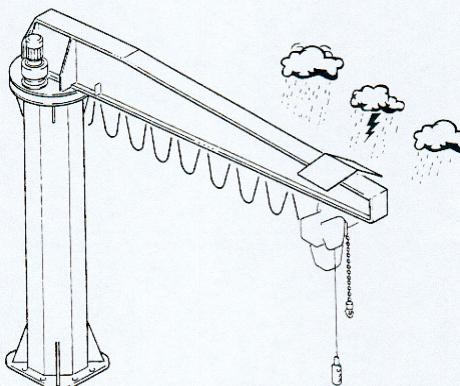

fig.49
- **uso all'aperto** : la gru a bandiera può essere esposta agli agenti atmosferici durante e dopo l'utilizzo. Le parti elettriche del paranco, del carrello e della gru (quadro e motore di rotazione) devono essere dotate di protezione IP55, è inoltre raccomandabile proteggere il paranco, il carrello ed il motoriduttore di rotazione con tettoie o ripari (fig.49)